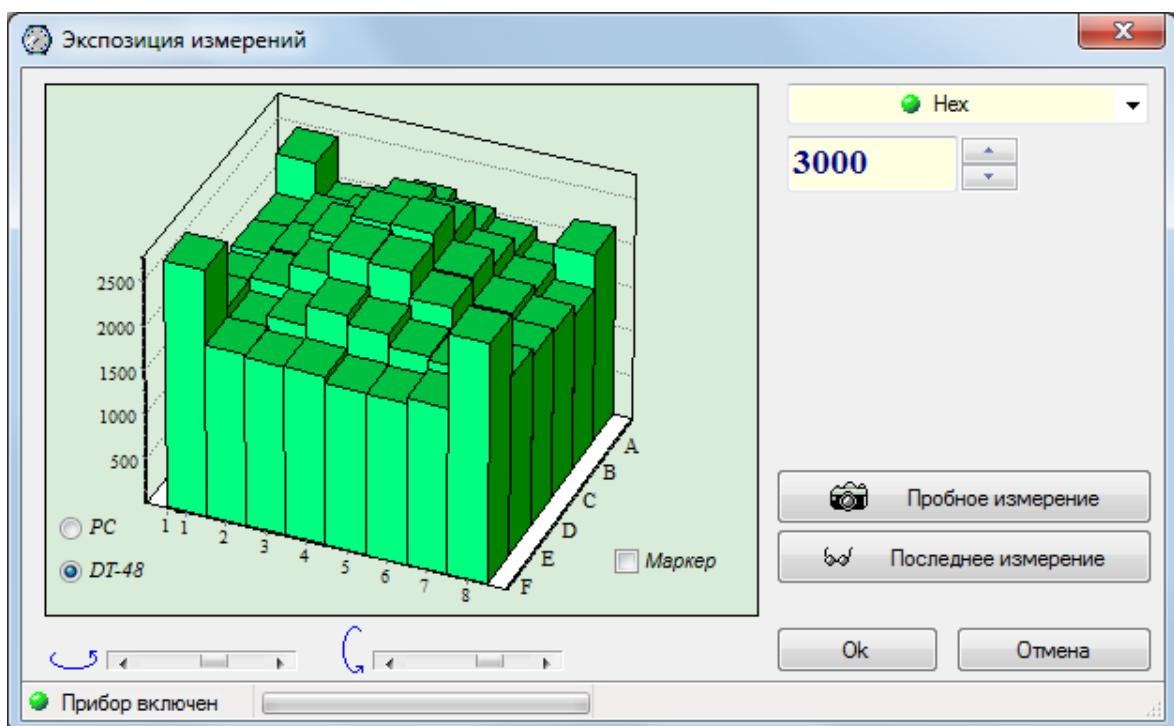

Рис. 21. Окно настройки экспозиции оптических измерений.
**Внимание!** Заводские параметры экспозиции оптических измерений являются оптимальными для работы с наборами реагентов ООО «НПО ДНК-Технология» и подходят для большинства стандартных приложений. Изменение экспозиции требуется лишь в случае существенного отличия используемых реактивов от стандарта. Окно установки экспозиции оптических измерений показано на Рис.21.